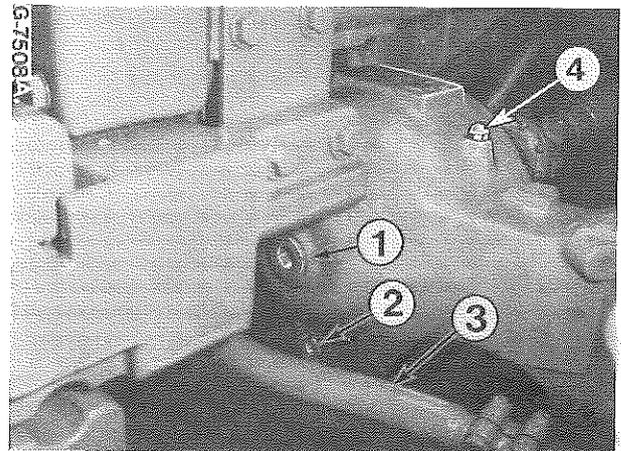
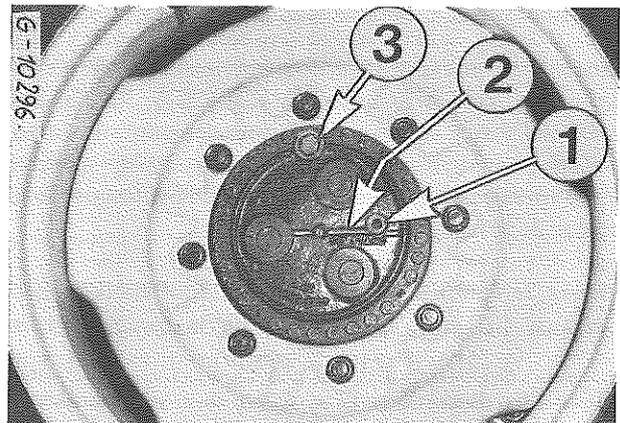

Figure 88 - Différentiel.
Figure 89 - Entraînement final.
Vérifiez le niveau d'huile du différentiel, Fig. 88 et des réductions finales, Fig. 89, le tracteur étant arrêté sur un terrain plat.
Enlevez les bouchons (1) Fig. 88 et 89 et ajoutez éventuellement de l'huile pour amener le niveau aux orifices de remplissage. Remettez les bouchons.
Tournez chaque roue avant de façon à ce que le bouchon (3) Fig. 89 soit dans sa position la plus basse.
Enlevez les bouchons (1 et 2) Fig. 88 et (1 et 3) Fig. 89. Nettoyez les bouchons, et lorsque l'huile s'est écoulée remettez le bouchon de vidange (2) Fig. 88.
Faites le plein des carters de différentiel et de planétaires, pour amener le niveau aux orifices de remplissage (1) Fig. 88 et 89 et remettez les bouchons (1).
Otez la saleté accumulée sur le reniflard de l'essieu (4) Fig. 88. Tournez le capuchon du reniflard plusieurs fois pour être sûr qu'il est propre.